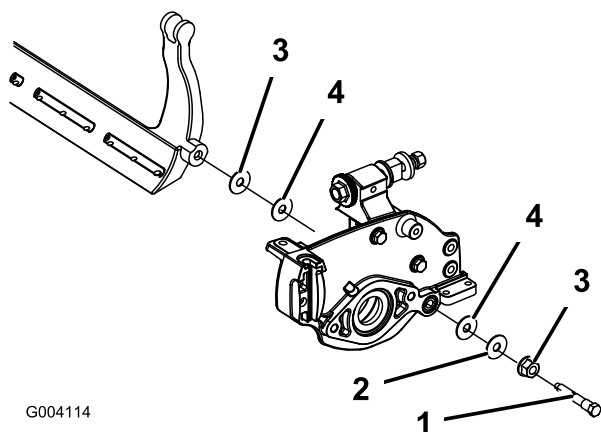

Figure 63
- 4. Retirez les boulons de la barre d'appui de façon à pouvoir abaisser la barre et la déposer de la machine. Mettez de côté les 2 rondelles en nylon et les 2 rondelles en acier estampé de chaque côté de la barre d'appui (Figure 63).